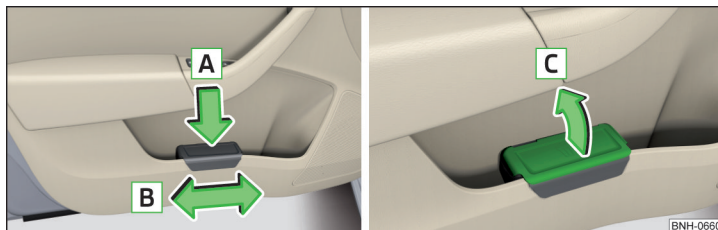

Fig. 83 Recipientul pentru reziduuri: introducerea sau deplasarea/deschiderea
- Împingeți recipientul pentru resturi în partea posterioară în sensul săgeții **A** » fig. 83.
› Scoateți recipientul pentru resturi în sens contrar săgeții **A** » fig. 83.
› Ridicați capacul în sensul săgeții **C** » fig. 83.